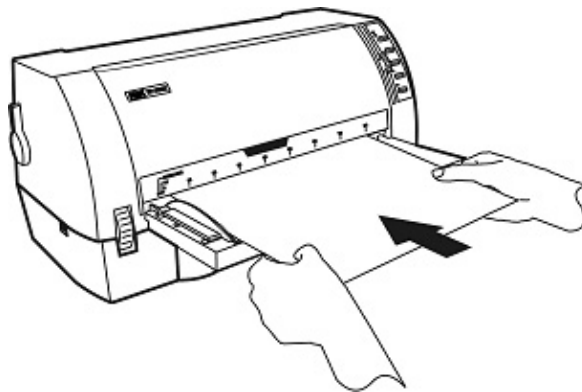

图 3-4 安装单页纸
- 如图 3-4，紧挨导纸器边沿，在托纸板中插进单页纸，纸张会自动进至打印位置。若打印机菜单设定项目中的“纸斜测定”已设置为“开”，则单页纸进纸时若有歪斜，打印机会自动退出纸张至托纸板，这时请重新在托纸板中插进单页纸。